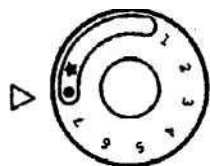

Рисунок 5.
Внимание! Установка ручки управления в требуемое положение производится путем легкого нажатия и поворота в нужное положение. Изначально ручка управления находится в положение "Точка" (рисунок 5). Запальная и основная горелки погашены (подача газа к ним заблокирована).
- выключение котла производить путем поворота ручки управления в положение «Точка» (рисунок 5). При этом запальная и основная горелка (если горят) погаснут.